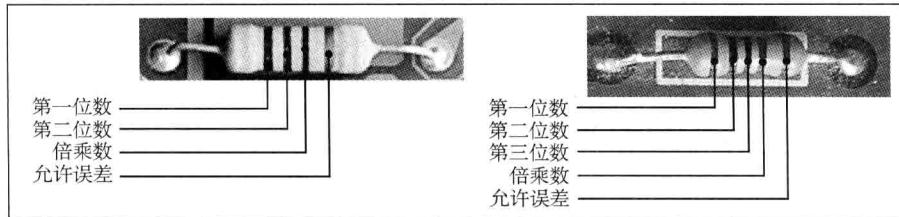

图 1-13 固定电阻色环标志读数识别规则
② 色标法。将不同颜色的色环涂在电阻上来表示电阻的标称值及允许误差，各种颜色所对应的数值见表 1-1。固定电阻色环标志读数识别规则如图 1-13 所示。